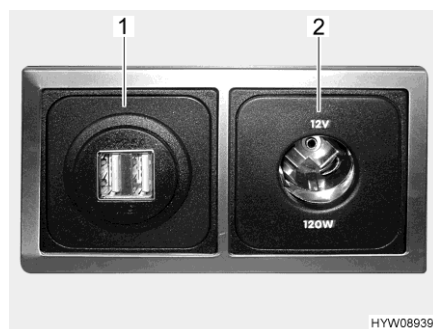

Fig. 125 Combinazione di presa USB e 12 V (esempio)
- Presa USB** È possibile caricare le batterie di dispositivi con corrente di carica fino a 2,5 A, collegando i dispositivi alla presa USB (Fig. 125,1).
- Presa a 12 V** La presa da 12 V (Fig. 125,2) consente di collegare apparecchi con consumo di corrente massimo pari a 10 A (potenza pari a 120 W).